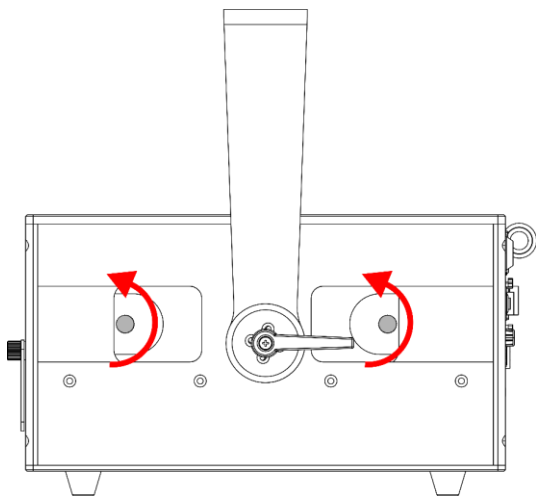

Abb. 15
- 01) Drehen Sie die beiden **Einstellschrauben für die Abdeckplatten (03)** gegen den Uhrzeigersinn, so wie auf Abb. 15 gezeigt.